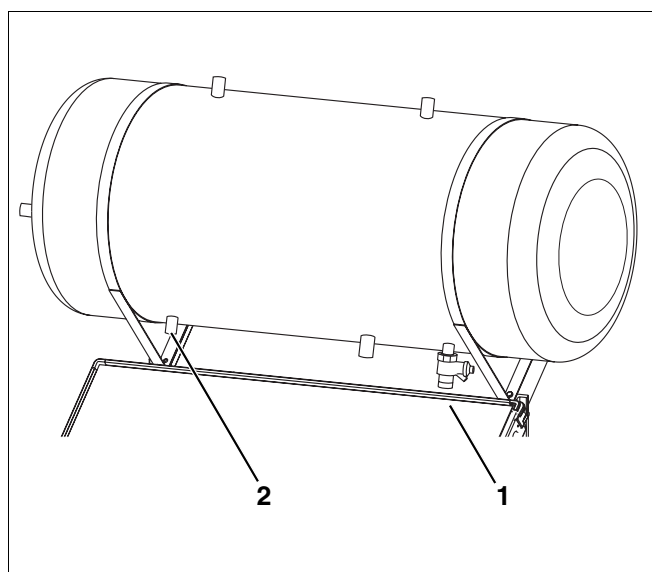

Fig. 23 Conexión de las tuberías de agua sanitaria
- ▶ Conecte la tubería de agua fría (fig. 23, **pos. 2**) y la tubería de agua caliente (fig. 23, **pos. 1**) de acuerdo con la normativa local.